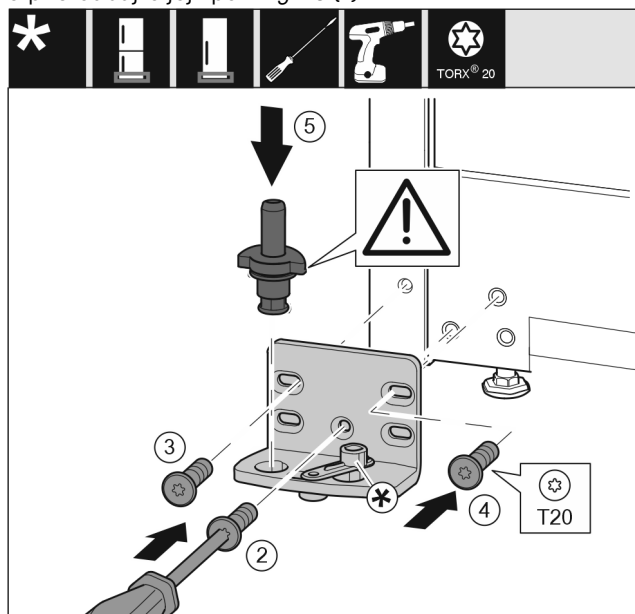

Fig. 19
- Nasadte stojan ložiska na druhé straně a přišroubujte pomocí šroubováku T20. Začněte šroubem 2 dole uprostřed. Fig. 19 (2)
- Pevně utáhněte šroub 3 a 4. Fig. 19 (3,4)
- Zcela vložte ložiskový čep. Přitom dávejte pozor, aby zajišťovací vačka směřovala dozadu. Fig. 19 (5)